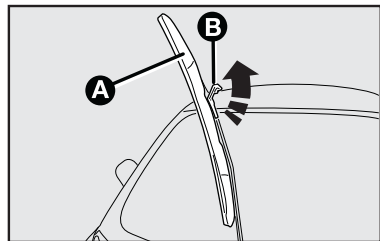

fig. 29
Substituição das palhetas do limpador do para-brisa - fig. 29
- 1) Levantar o braço **A-fig. 29** do limpador do para-brisa;
- 2) Puxar o dispositivo de trava **B-fig. 29** conforme a seta.
- 5) Travá-la empurrando a trava **B-fig. 29**.